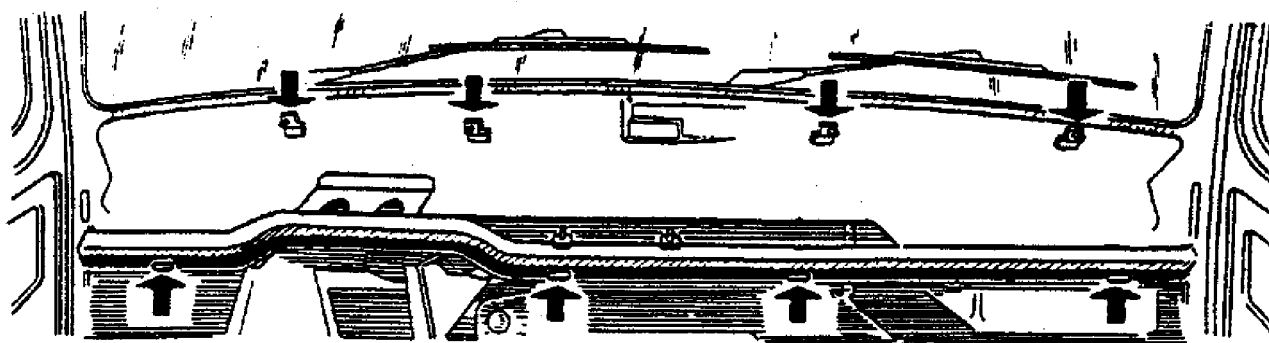

Fig. 8-30. Fixação do painel dos instrumentos: as setas indicam os pontos de fixação.
9. Remover os quatro parafusos inferiores de fixação do painel dos instrumentos à travessa dianteira (fig. 8-30) e, através das aberturas do porta-luvas e quadro dos instrumentos, remover as quatro porcas superiores de fixação à travessa; remover o painel dos instrumentos.